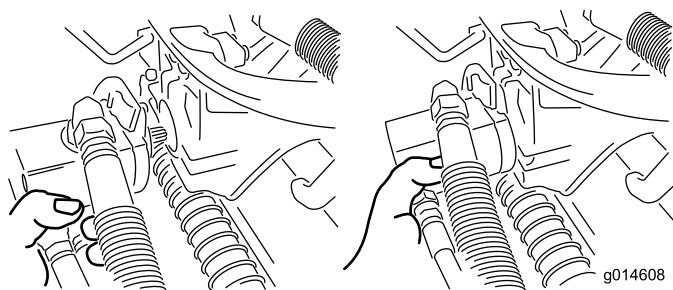

Figura 36
- 3. Mueva el motor al lugar de almacenamiento en la parte delantera del brazo de suspensión (Figura 36).